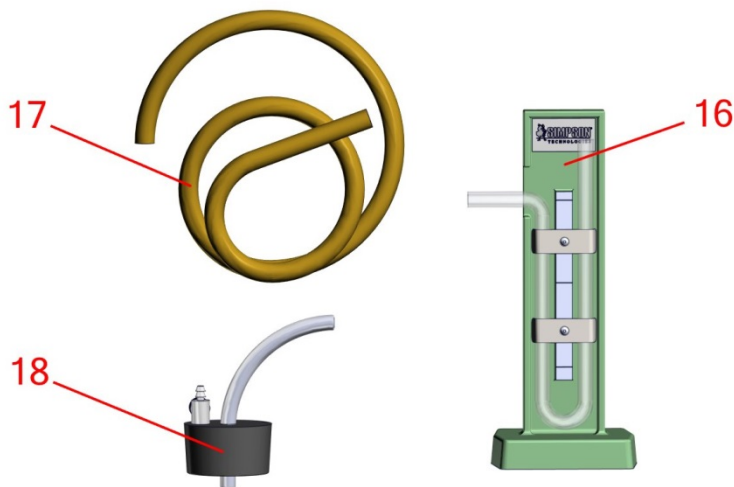
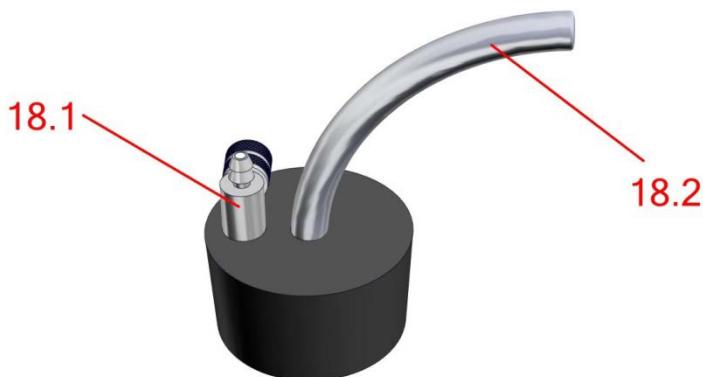

Рисунок 7: Отображённые в разобранном виде элементы манометра давления (PN: 0042133)
Рисунок 9: Перекрывающий клапан (поз. 18) узла манометра давления
1. Установите U-образную трубку манометра давления (поз.16, рис.7) на выровненную поверхность.
4. Вставьте стопорный клапан (поз.18, рис.7) в трубку образцов.
5. Вставьте ниппель резинового шланга на стопорном клапане в один конец резинового шланга (поз.17, рис.7).
12. Медленно откройте клапан управления (поз.18.1, рис.9) на стопорном клапане (поз.18, рис.7) так, чтобы колокол начал медленно опускаться.